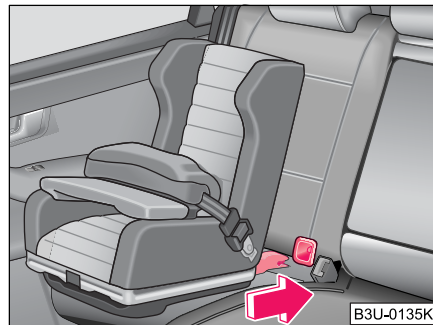

Fig. 114 Les sièges pour enfants ISOFIX sont insérés dans les ergots déjà montés
- Poussez les bras de fixation du siège pour enfants au-dessus des ergots déjà montés dans les œillets de retenue jusqu'au déclic ⇒ page 140, fig. 114.